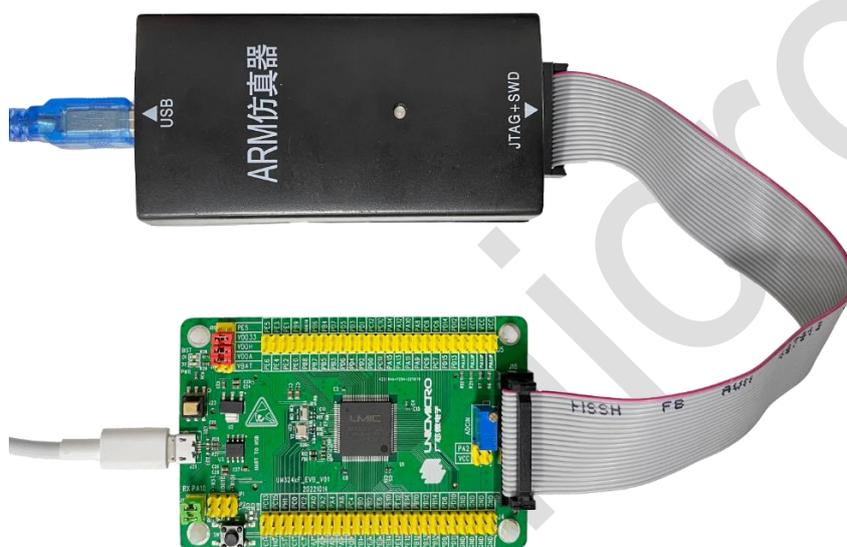
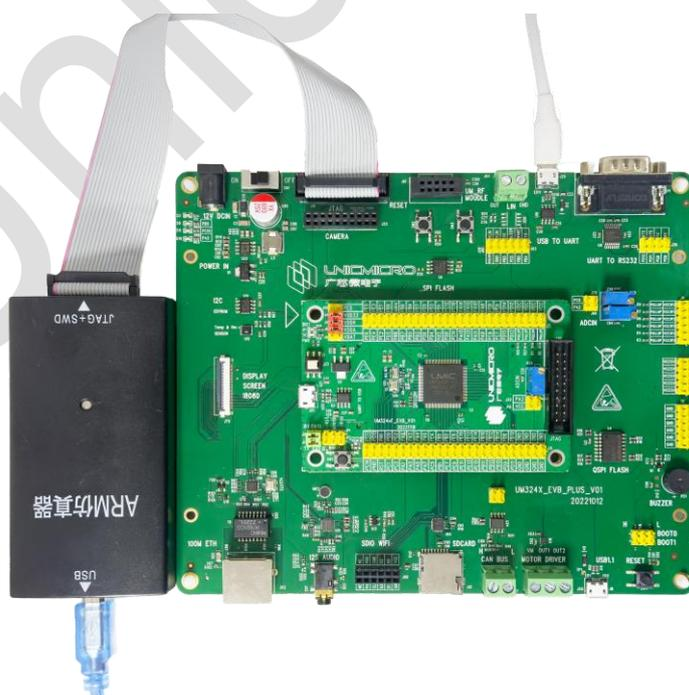

图 2-3: EVB 上 JTAG 仿真调试接线示意图
图 2-4: EVB Plus 上 JTAG 仿真调试接线示意图
1. 将 EVB 或 EVB Plus 的 USB 供电口与 PC 电脑的 USB 口连接起来，开发板的 JTAG 调试接口与电脑通过 USB 连接起来，开发板连接如图 2-3 和图 2-4 所示。